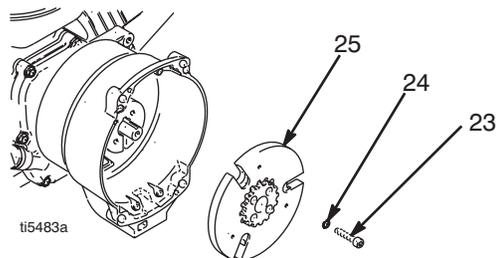

FIG. 7
8. FIG. 7. Utilizzare una chiave ad impulsi o incuneare qualcosa tra l'armatura (25) e il corpo della frizione (19) per tenere fermo l'albero del motore durante la rimozione.
9. Rimuovere le quattro viti (23) e le rondelle (24).